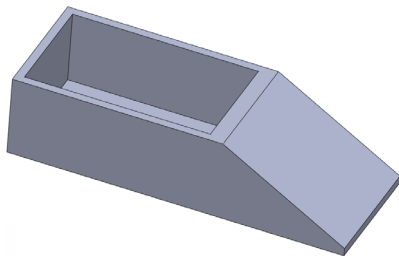

图 5-50 创建抽壳特征
(4) 单击【确定】按钮，即可创建抽壳特征，如图 5-50 所示。